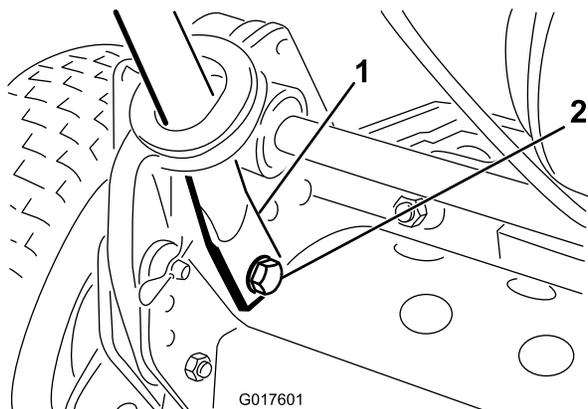

Figura 3
- Apriete los extremos del manillar hacia dentro e instálelos sobre los pasadores de montaje (Figura 3).
- Sujete los extremos del manillar a los pasadores de montaje con los pernos, las arandelas y las arandelas de freno suministrados (Figura 3).
- Sujete la parte inferior de los brazos del manillar a cada lado del cortacésped con los pernos y las contratuercas que retiró anteriormente (Figura 3). Asegúrese de instalar los casquillos en los taladros de montaje de los brazos del manillar.
- Sujete los brazos del manillar a la parte de atrás del bastidor con los pasadores de horquilla y los pasadores de anilla que retiró anteriormente (Figura 3).